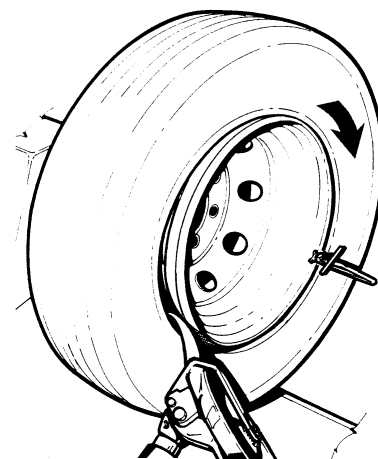

Рис.29
4. Поворачивайте держатель колеса по часовой стрелке, пока шина не будет полностью смонтирована (Рис. 29).